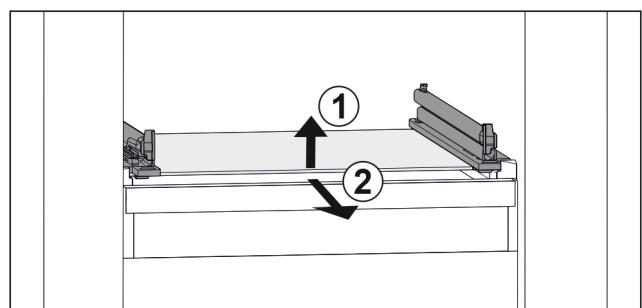

Fig. 88 Rappresentazione esemplificativa del ripiano in vetro
- ▶ Sollevare il ripiano in vetro dal davanti. Fig. 88 (1)
- ▶ Rimuovere il ripiano in vetro tirando in avanti. Fig. 88 (2)